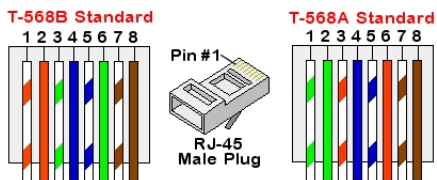

Abbildung 16: Standardverkabelung
- c. Führen Sie die acht Drähte in einen RJ45-Stecker ein, wie in *Abbildung 16* dargestellt
7. Verwenden Sie zum Anschluss am Switch/Router ein fertig knvektioniertes Kabel oder bereiten Sie mittels eines Crimpwerkzeuges ein entsprechendes Kabel vor: Führen Sie hierbei die acht Drähte entsprechend der oben gezeigten Reihenfolge (*Abbildung 16*) in den RJ45-Steckverbinder ein.